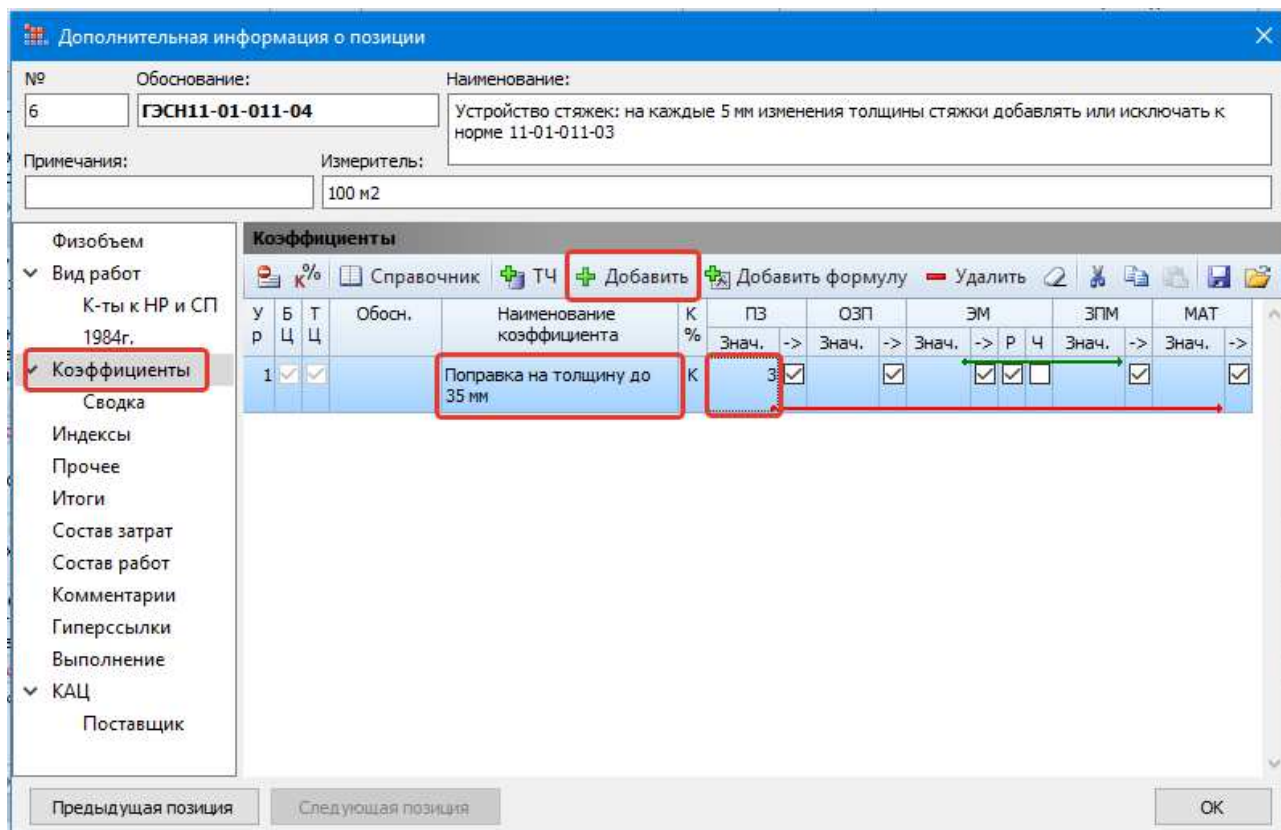

Рисунок 7.6. Добавление коэффициента, создаваемого вручную
- Во вкладке **Коэффициенты** окна **Дополнительная информация о позиции (F3)** нажмите кнопку **+ Добавить** (рис. 7.6).